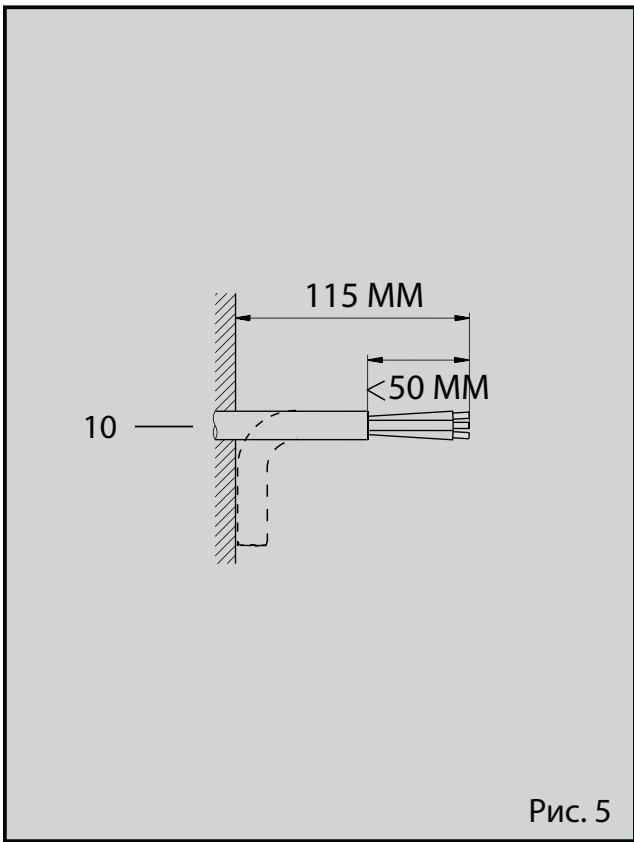

Рис. 5
- 10 Соединительный кабель (рис. 5)
5. Надежно подключить соединительный кабель (рис. 5, поз. 10; подобрать правильную длину).